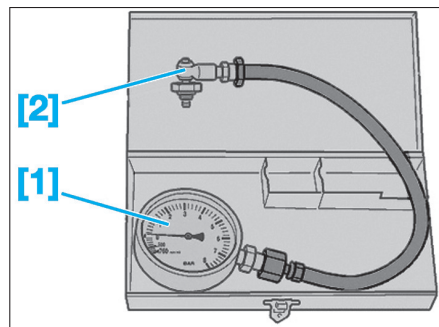

Fig. 16
- [1]. Manomètre gradué de 0 à 5 bars (réf : 1503-AZ) (Fig.16).